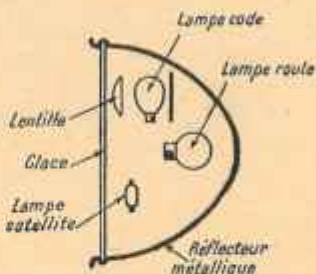

FIG. 171. — Coupe d'un projecteur d'auto à trois lampes.
b) Une lampe d'intensité analogue, dite lampe-code, dont la lumière est dirigée soit par une petite lentille (fig. 171), soit par un réflecteur (qui localisent le faisceau, pour réduire l'éblouissement mutuel, au-dessus d'un plan horizontal à un mètre du sol); il est interdit de décentrer les lampes-code (1);
5° La lumière émise par les phares présente une partie foncée (au centre du faisceau). On arrête l'auto à une dizaine de mètres d'un mur; on masque successivement l'un et l'autre projecteur pour reconnaître celui qui est défectueux. Puis on avance ou on recule la lampe-route (*fig. 171*) au moyen du bouton de réglage jusqu'à ce qu'on obtienne un faisceau bien homogène (1).
**108. Les petits accessoires.** — Il y a parfois à bord des autos des *chaufferettes* et des *tissus chauffants* (2), mais les principaux accessoires sont des appareils mécaniques.